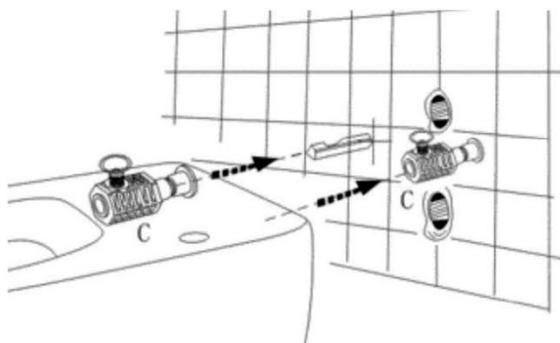

рис. 12
11. Поднимите чашу и подвесьте ее за кронштейн на прикрученные к стене гайки (рис.12)